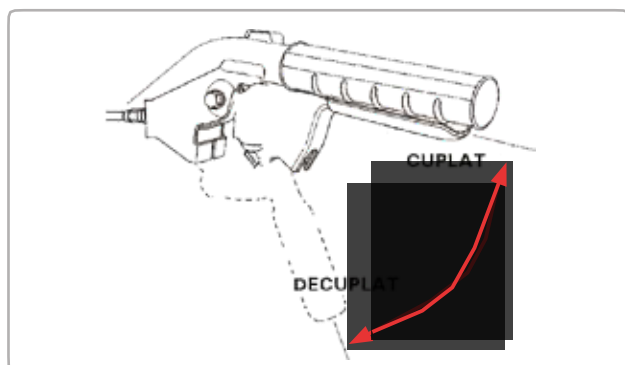

Fig.14
- L'embrayage est actionné lorsque la poignée d'embrayage est enfoncée et relâché lorsque la poignée d'embrayage est relâchée. Fig 14